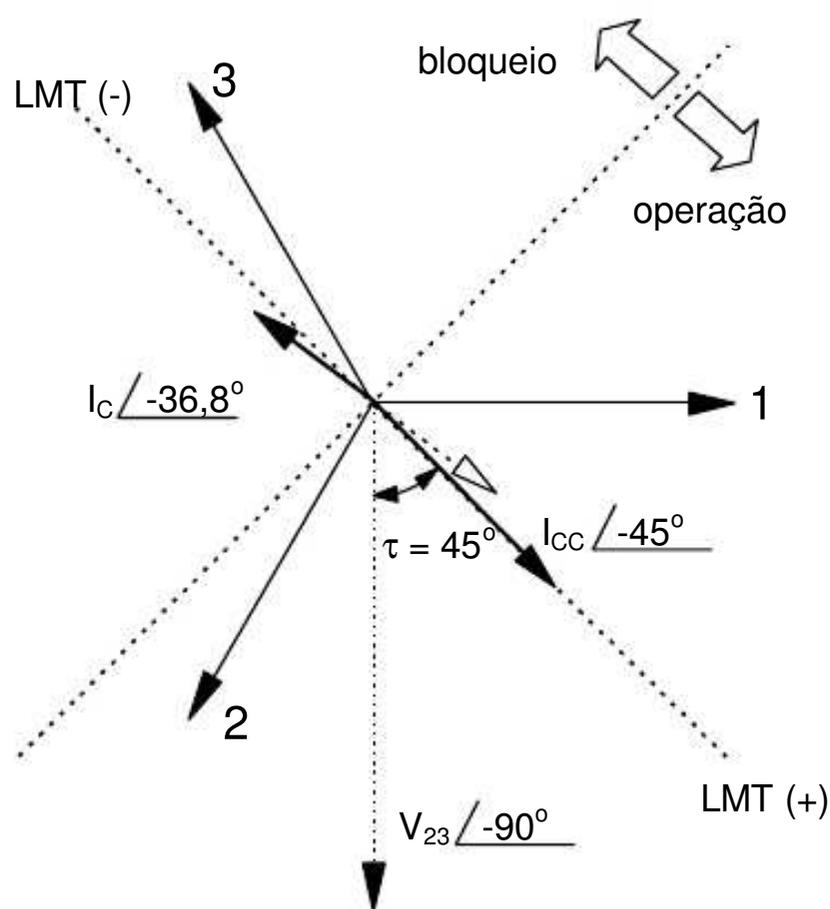

Figura 12: Relé 67 com polarização  $90^\circ$  (quadratura).
d) A conexão  $90^\circ$  com um ângulo de máximo torque  $45^\circ$ , se apresenta como uma solução adequada para o problema, como mostra a figura 12: